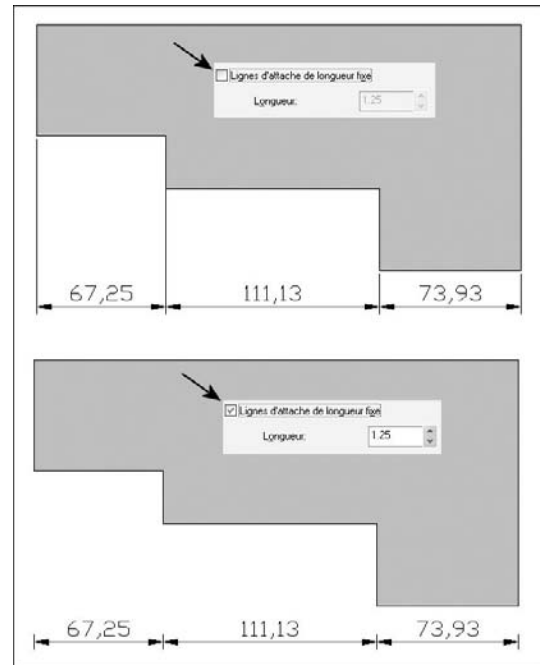

Fig.9.7
- Dans la section **Ligne d'attache** (Extension Line), cocher le champ **Ligne d'attache de longueur fixe** (Fixed length extension lines) pour avoir des lignes d'attache dont la longueur est fixe et définie via le champ **Longueur** (Length) (fig.9.7).